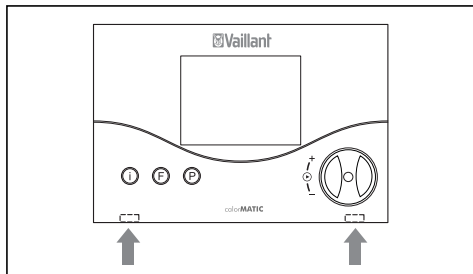

Abb. 4.1 Sblocco dei gancetti a scatto
- Premere i gancetti a scatto lateralmente con un cacciavite (Fig. 4.1) e tirare la centralina di termoregolazione in avanti.